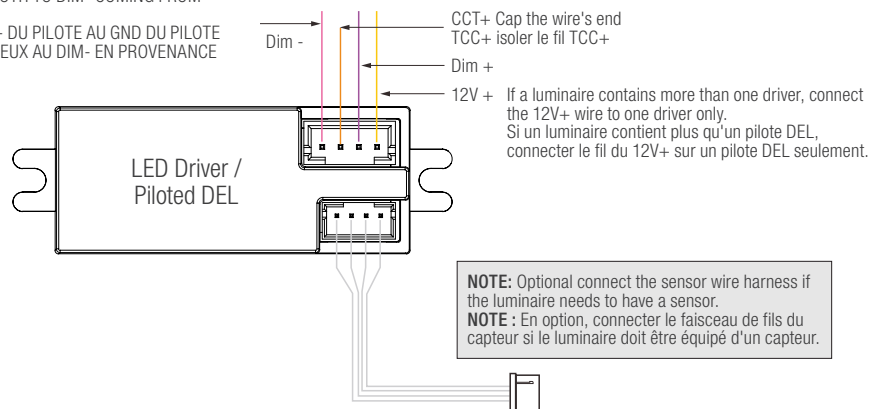

Figure 15
3. Install the provided wire harness onto the bluetooth adaptor and make the wiring to the driver following the wiring diagram as shown in Fig. 15.
3. Installez le faisceau de câbles fourni sur l'adaptateur Bluetooth et effectuez le câblage vers le conducteur en suivant le schéma de câblage comme indiqué à la Fig. 15.
3. Insert the other end of the sensor harness onto the bluetooth adaptor as shown in Fig. 15.
3. Insérez l'autre extrémité du faisceau du capteur dans l'adaptateur Bluetooth, comme indiqué à la figure 15.